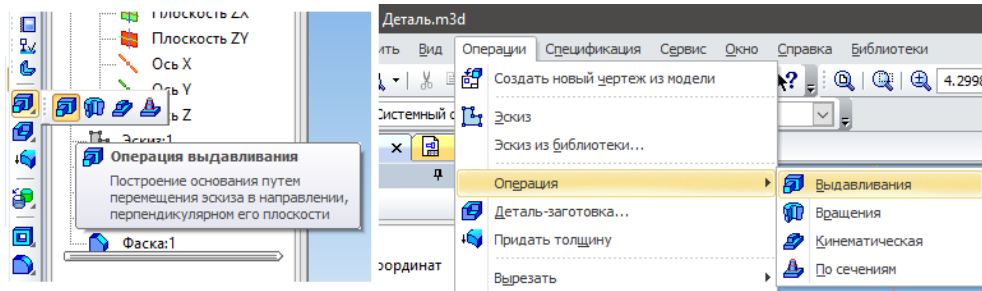

Рис. 3.1.11
7. Для створення деталі у вигляді елемента видавлювання викличте з меню **Операции** **Операция** **Выдавливания** або натисніть кнопку **Операция выдавливания** на компактній панелі управління, рис. 3.1.11.